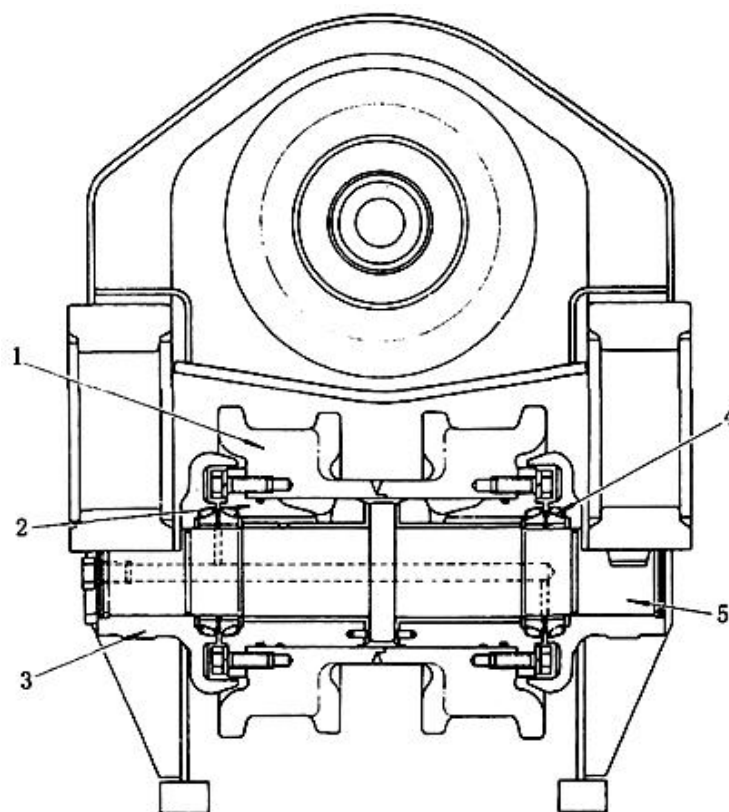

Рис. 5-49
3. Опорный каток (см. Рис. 5-49)